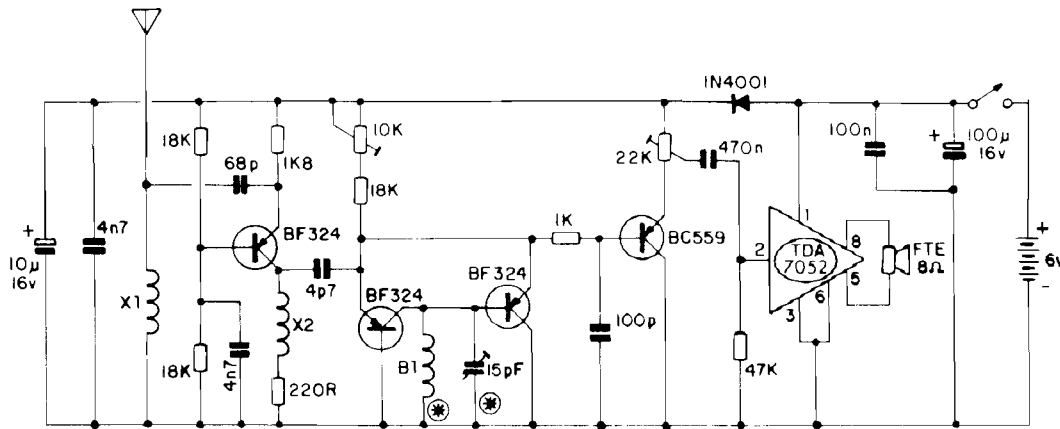

Fig.1
tes e... abrangentes (os que - na nossa opinião - possam interessar ao maior número possível de Leitores...). Agora, quanto ao seu probleminha com a LA-TQ, a culpa é mais nossa do que sua... Infelizmente no "chapeado" (fig. 4 - pág. 53 - APE nº 24), o posicionamento do diodo zener saiu erroneamente demarcado (se Você fosse um Hobbyista mais tarimbado, tipo "macaco velho", teria percebido isso, numa análise comparativa com o "esquema", na fig. 1 - pág. 52 - APE nº 24, porém essa possibilidade não perdoa a nossa falha, pela qual novamente pedimos desculpas...). Na pág. 57 de APE nº 28 foi publicada uma ERRATA indicando o erro e a sua devida correção, mas vamos, agora, detalhar novamente o assunto, para seu benefício (e também para os demais Leitores que encontraram o mesmo problema, e não viram a tal ERRATA...):
primeira"... Tenho, porém, uma solicitação (que, acredito, vários outros Leitores/Hobbystas também têm...): com a cápsula piezo tipo "moeda", embora o som seja perfeitamente audível, é um tanto baixo para alguns tipos de aplicações... Não preciso, certamente, daquele "baita" som que parece ser proporcionado pela outra montagem com o KS5381, mostrada na mesma APE nº 33 (CAMPAINHA RESIDENCIAL C/ 7 MELODIAS...), mas apenas de "um pouco mais" de som, de modo a aplicar o circuito num pequeno brinquedo... Será que o Departamento Técnico de APE não pode me indicar um maneira simples de acoplar um pequeno alto-falante ao Integrado (talvez com a intermediação de um ou dois transístores), mantendo porém a simplicidade geral do circuito básico da COM (fig. 1 - pág. 9 - APE nº 33...)" - Ernesto Sebastião da Silva - Santo André - SP
- **FIG. 1** - O CIRCUITO - Enquanto o RVHF (APE nº 1) o "primeiro" transistor exercia "um monte" de funções simultâneas (amplificava, oscilava e detetava...), temos agora, no "primeiro pau", um transistor de RF PNP (BF324) em função nitidamente amplificadora, de faixa larga... O sinal de RF captado pela antena é aplicado ao **emissor** do dito transistor, depois de desenvolver-se sobre a bobina X1, um mero choque de RF com indutância adequada para toda a faixa pretendida... O BF324 é polarizado em **base** pelos resistores de 18K, desacoplados pelo capacitor de 4n7 à "terra"... Sua entrada de **emissor** encontra-se "carregada" pelo resistor de 1K8, enquanto que seu **coletor** desenvolve os sinais, já amplificados, sobre um resistor de 220R em série com um segundo choque de RF (bobina X2)... Observem ainda que dois capacitores (um de 4n7 e um eletrolítico de 10u) desacoplam a alimentação desse setor relativamente "delicado" ao circuito... O "coração"